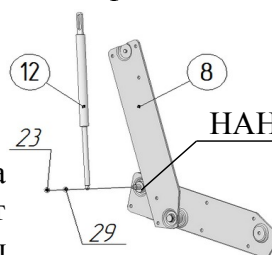

Рис.3.1
3. НАНЕСТИ НА ОСИ МЕХАНИЗМОВ ПОДЪЁМА ПОЗ.7 И 8 СМАЗКУ поз.34 в соответствии с рис.3.1 и 3.2. Присоединить газлифты поз. 12 к механизмам поз.7и 8 штоком (тонким стержнем) вниз в соответствии с рисунками 3.1 и 3.2, используя гайки М6 со стопорным кольцом поз.23. Под гайки установить шайбы Ø6х18 стальные поз.29.